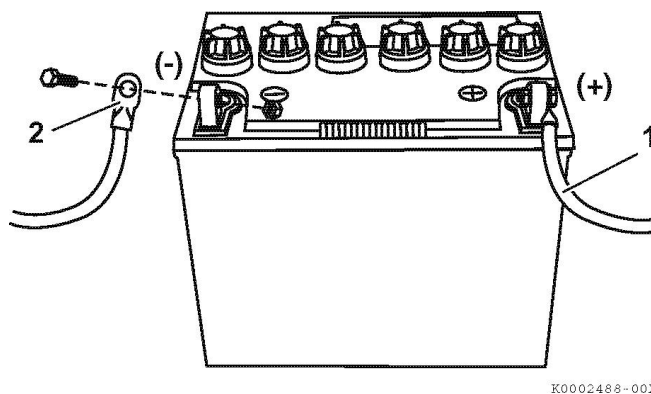

Рисунок 26
3. При подключении аккумуляторных проводов к батарее, в первую очередь присоединяется плюсовой (+) провод (Рисунок 26, (1)).
4. В последнюю очередь к аккумуляторной батарее присоединяется минусовой (-) провод (Рисунок 26, (2)).